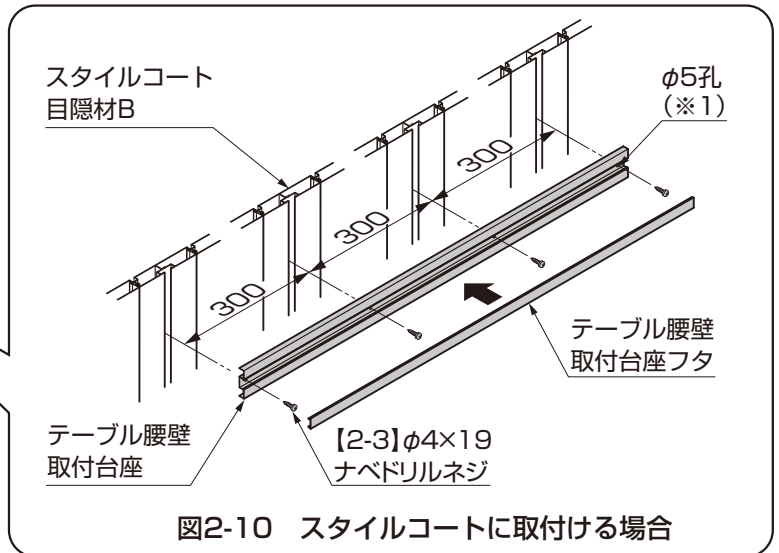

図2-10 スタイルコートに取付ける場合
- スタイルコートに取付ける場合は、テーブル腰壁取付台座にφ5の孔をあけ、スタイルコート目隠材Bの溝に向かって【2-3】で取付けてください。(図2-10参照)